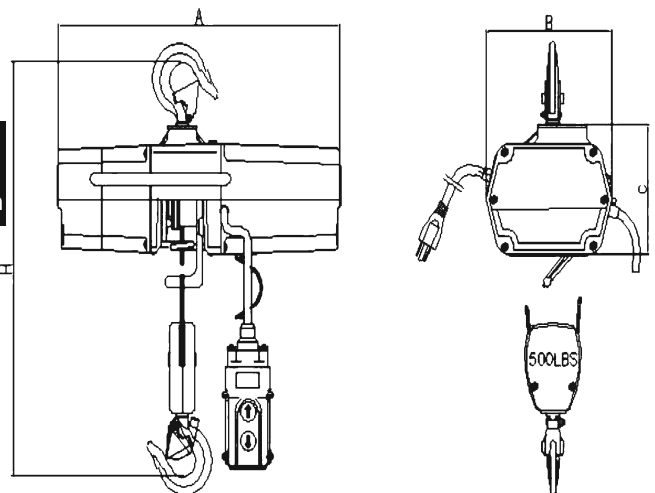

Figure 2 Dimensions du Palan de Câble Electrique
- b. Vérifiez les crochets pour les déformations, les fissures, ou les dommages chimiques. si les ouvertures de la gorge sont répartis plus large que l'augmentation maximale autorisée de 15% figurant dans la figure 2., les crochets ont été trop chargés et doivent être remplacés. Tous les crochets qui est courbée ou tordue plus de 10 degrés d'un plan d'un crochet déplié doivent également être remplacé.